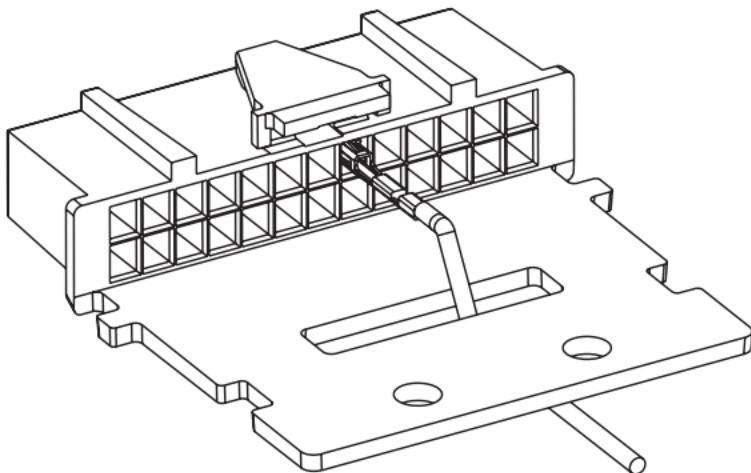

Figura 1a. Alívio de Tensão do Fio
6. Encaminhe os fios eléctricos através da ficha, de acordo com a *Figura 1a ou*, para aplicações com vários acessórios ligados ao rádio móvel, encaminhe os fios eléctricos conforme a *Figura 1b* e utilize a abraçadeira para fixar os fios eléctricos na ficha, depois de terminar o passo 7.